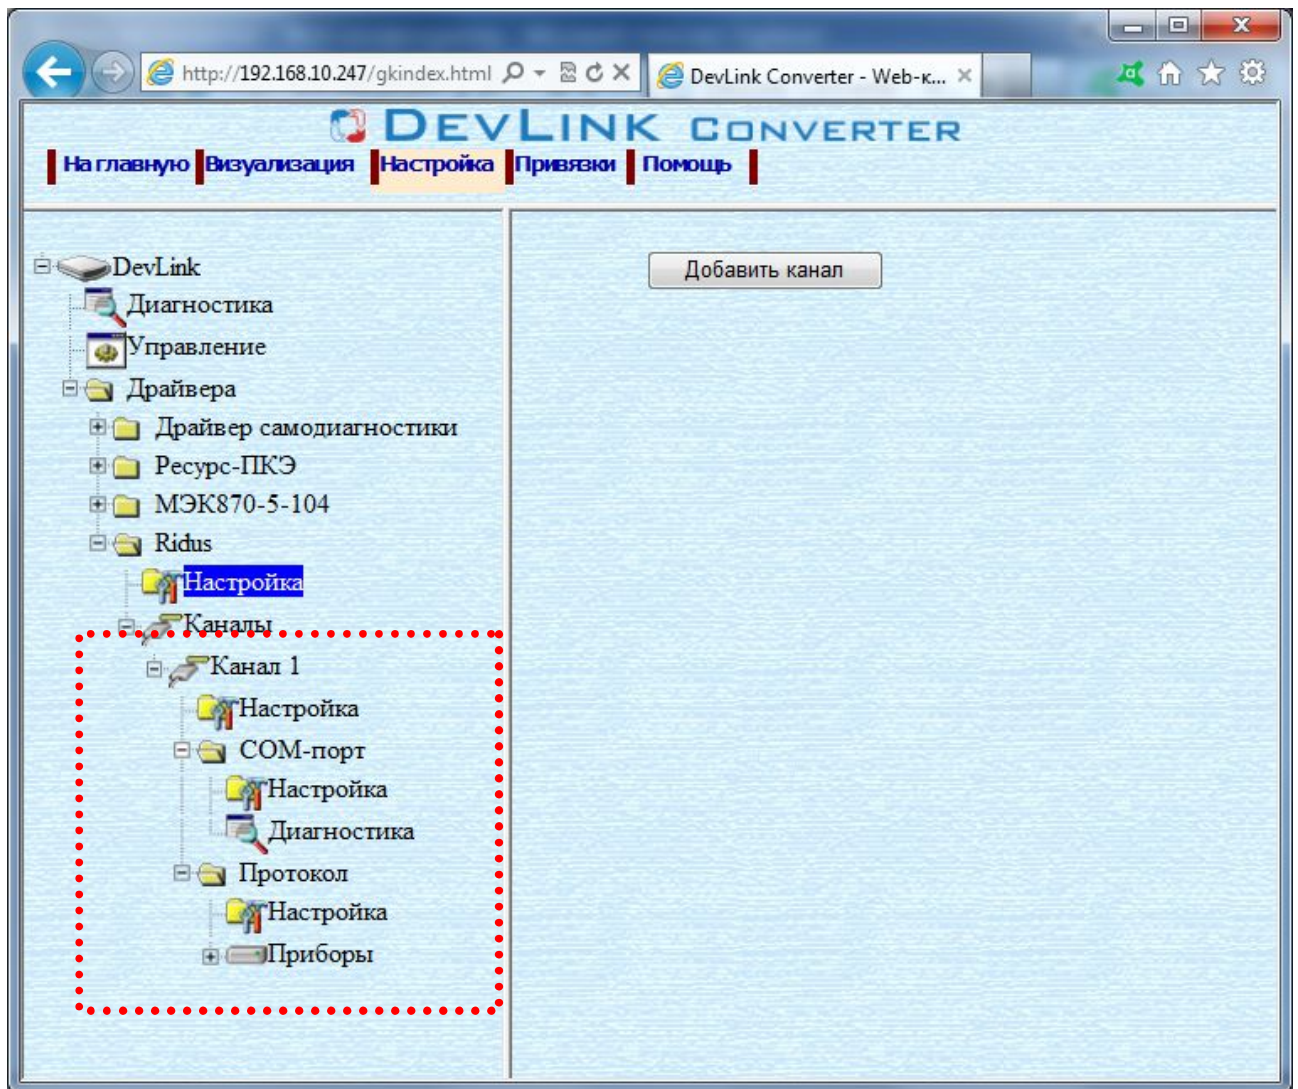

Рисунок 3.3 – Поддерево нового канала драйвера
**3** Нажать на кнопку **Добавить канал**. В результате будет произведено добавление канала. Дерево объектов будет обновлено. Папка **Каналы** драйвера должна содержать поддерево, относящееся к новому каналу (рисунок 3.3).